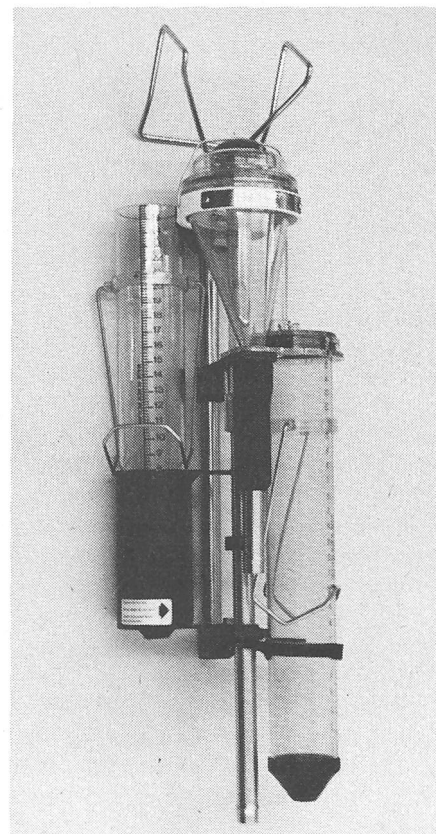

Abb. 3. Tru-Test-Typ HI (mit auswechselbarem Messzylinder) ist für Rohrmelkanlagen sowohl in Anbindeställen als auch in Melkständen zugelassen.
- **Tru-Test Typ HI** (Abb. 3)